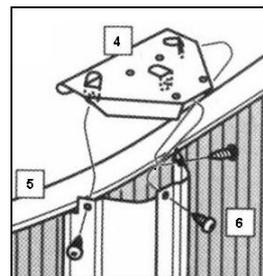

fig. 28
- c. Metta una placca superiore T2 (4) sul bordo superiore della parete della piscina e sopra il profilo verticale (VER), con le linguette nel interiore del profilo (fig. 28).
- d. Allineare gli orifizi per collocare le viti TO2 (6), (fig. 28), nei tre buchi del profilo verticale, assicurandosi che si fissano nei buchi delle linguette della placca T2 (6).